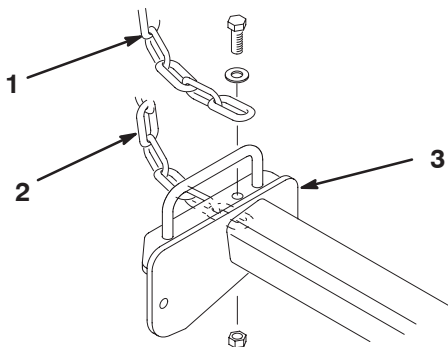

Bild 11
3. Befestigen Sie eine Kippkette mit einer Kopfschraube, einer Scheibe und einer Sicherungsmutter oben am Chassis jedes 27 Zoll-Mähwerks und unten am Chassis jedes 32 Zoll-Mähwerks (Bild 11).